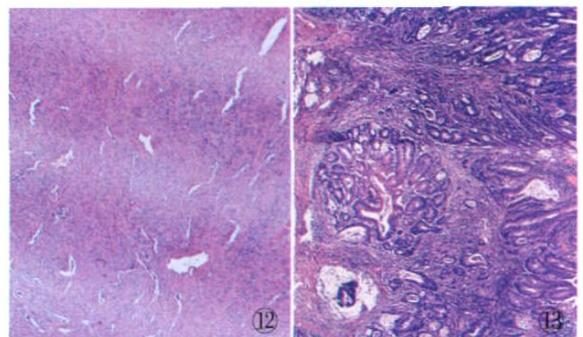

图12、13 切片跳片或厚薄不均
1.7 切片跳片或厚薄不均 厚薄不均可能是由于刀的角度倾斜。比如,切片时是蜡块的底部先接触刀片,而不是蜡块的顶部,导致切片出现挤压。厚薄不均还可能是由于切片机的配件松动或老化造成(图12、13)。